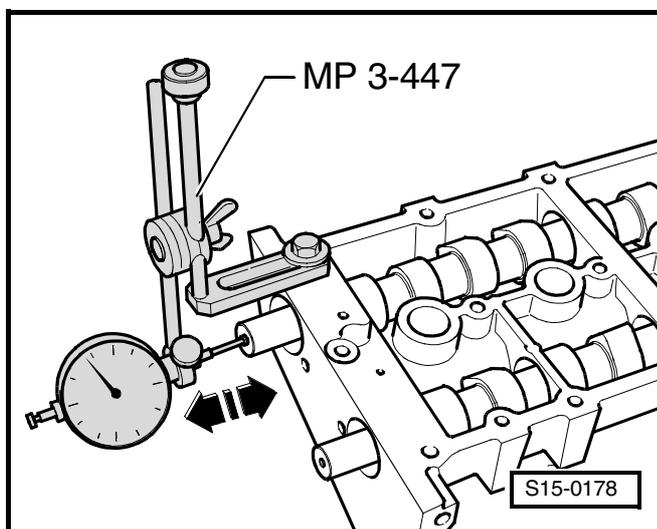

Рис. 3: Размеры клапанов
- размеры клапана ⇒ Рис. 3 в **15-2** страница 3